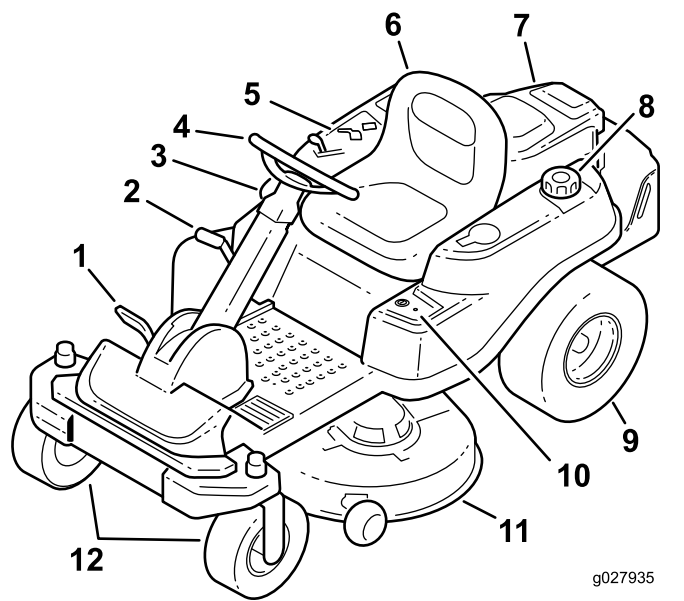
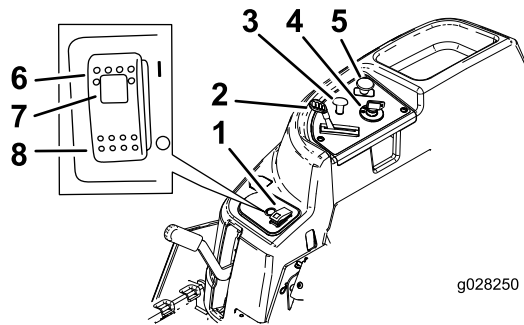
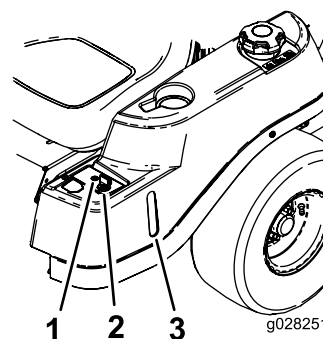

Figure 4
Figure 5
Figure 6
Avant de mettre le moteur en marche et d'utiliser la machine, familiarisez-vous avec toutes les commandes; voir Figure 4, Figure 5 et Figure 6.
Le commutateur d'allumage a trois positions : ARRÊT, CONTACT et DÉMARRAGE. La clé tourne jusqu'à la position DÉMARRAGE et revient automatiquement en position CONTACT lorsqu'elle est relâchée. Tournez la clé à la position ARRÊT pour couper le moteur. Enlevez toujours la clé de contact avant de quitter la machine pour éviter tout démarrage accidentel (Figure 5).
Utilisez le starter pour démarrer quand le moteur est froid. Tirez sur le bouton de starter pour l'engager. Poussez sur le bouton du starter pour le désengager (Figure 5).
La commande d'accélérateur peut être réglée entre les positions HAUT RÉGIME et BAS RÉGIME. Déplacez la commande d'accélérateur en avant pour augmenter le régime moteur et en arrière pour le diminuer (Figure 5).
La commande des lames (PDF) engage et désengage les lames du tablier de coupe (Figure 5).
Le regard de niveau, situé sur le côté gauche de la machine, permet de vérifier le niveau d'essence dans le réservoir (Figure 6).
Cette commande vous permet de tondre en marche arrière quand elle est activée. Pour l'activer, tournez la commande en ACTIVÉE et relâchez-la lorsque la PDF est engagée. Pour la désactiver, désengagez la prise de force (PDF) (Figure 6).
Ce témoin s'allume chaque fois que la clé Key Choice™ est utilisée pour désactiver la fonction d'interdiction de travail en marche arrière. Il vous rappelle que le système de sécurité est désactivé. Le témoin s'éteint quand la prise de force (PDF) est désengagée ou quand le moteur est coupé. Quand le témoin s'allume, regardez derrière vous et redoublez de prudence lorsque vous faites marche arrière (Figure 6).
- Appuyez sur la commande SmartPark™ pour la mettre à la position activée (Figure 5).